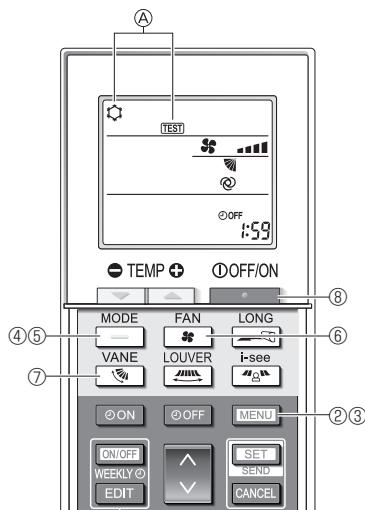

Fig. 6-9
- ③ Pulse el botón **[MENU]**
En pantalla se visualiza ④ [TEST] (PRUEBA) y el modo actual de funcionamiento. (Fig. 6-9)
- ④ Pulse el botón **[]** para activar el modo de refrigeración, y compruebe si sale aire frío de la unidad.
- ⑤ Pulse el botón **[]** para activar el modo de calefacción, y compruebe si sale aire caliente de la unidad.
- ⑥ Pulse el botón **[]** y compruebe si cambia la velocidad del ventilador.
- ⑦ Pulse el botón **[]** y compruebe que el sistema automático de desviación del aire funciona correctamente.
- ⑧ Pulse el botón **[]** para detener la prueba de funcionamiento.